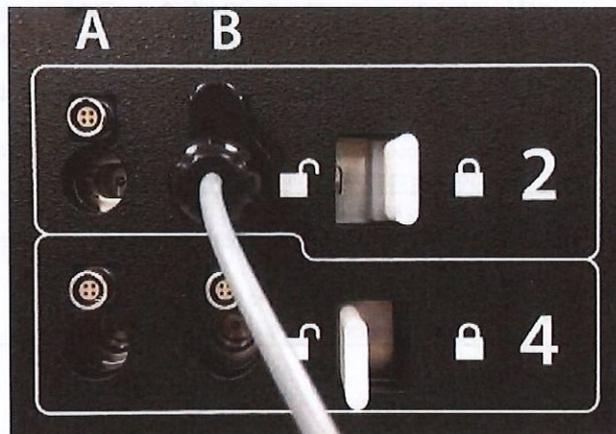

Figura 14. Bloqueo de la aguja en el canal
5. Tras introducir una aguja en el canal deseado, deslice la barra de bloqueo de modo que se aleje del centro del sistema para bloquear el canal (Figura 14).